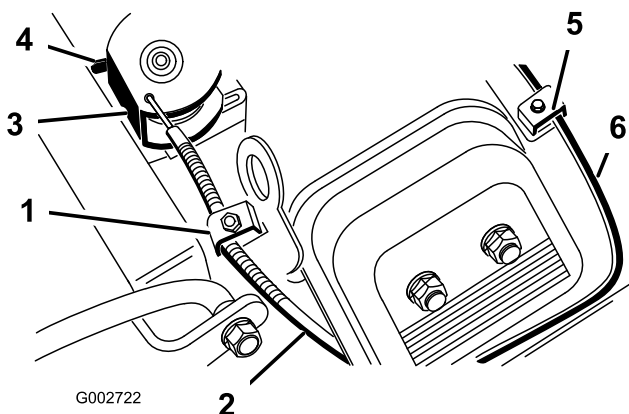

Figura 38
2. Allentate la vite del serrafilo del cavo dell'acceleratore che fissa il cavo al motore (Figura 38).
4. Tirate con forza il cavo dell'acceleratore finché il retro della parte girevole non tocca il fermo (Figura 38).
2. Allentate la vite del serrafilo del cavo dello starter che fissa il cavo al motore (Figura 38).
4. Tirate con forza il cavo dello starter (Figura 38) finché la farfalla dello starter non è completamente chiusa, quindi serrate la vite del serrafilo.